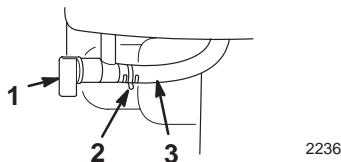

Bild 15
- **Kraftstoffhahn** (Bild 15)—Schließen Sie den Hahn, indem Sie ihn im Uhrzeigersinn drehen. Öffnen Sie den Kraftstoffhahn durch Drehen gegen den Uhrzeigersinn. Schließen Sie den Hahn, wenn die Schneefräse außer Betrieb genommen wird.
4. Öffnen Sie den Kraftstoffhahn unter dem Kraftstofftank (Bild 15).
6. Schließen Sie den Kraftstoffhahn (Bild 15).